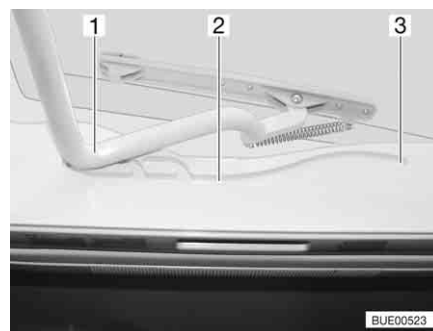

Bild 78 Heki-taklucka, spår
- Dra in bygel (Bild 78,1) i spåret (Bild 78,2) till den bakersta positionen (Bild 78,3).
- Tryck bygel (Bild 78,1) lätt uppåt med båda händerna.
- Drag bygeln till önskad position i spåret (Bild 78,2).